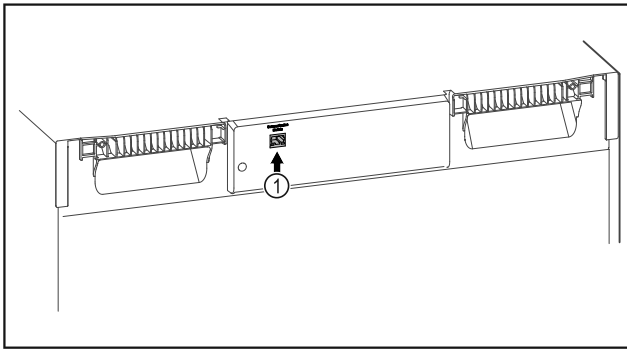

Fig. 86
- ☐ SmartModule Fig. 86 (1) är insatt.